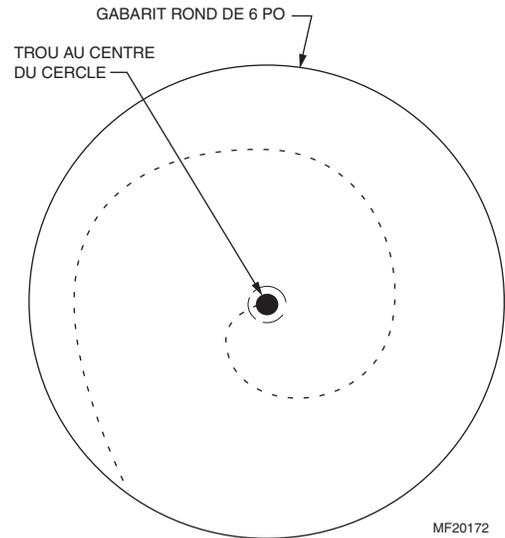

Fig. 9. Découpage de l'orifice du collet de dérivation.
3. Retirer le collet et découper soigneusement l'ouverture circulaire à l'aide des cisailles à tôle. Voir la figure 9. À l'aide d'une perceuse, faire un trou de départ au centre du cercle. Pour découper plus facilement, faire une première ouverture en spirale, vers l'extérieur.